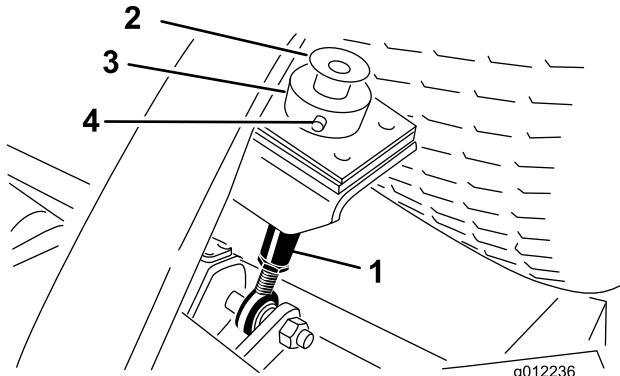

Figura 25
3. Retire el pasador de horquilla y la chaveta que fijan el collar de ajuste de la altura de corte a la varilla de ajuste de la altura de corte en la parte trasera de la unidad de corte (Figura 25). Retire el collar de ajuste de la altura de corte.